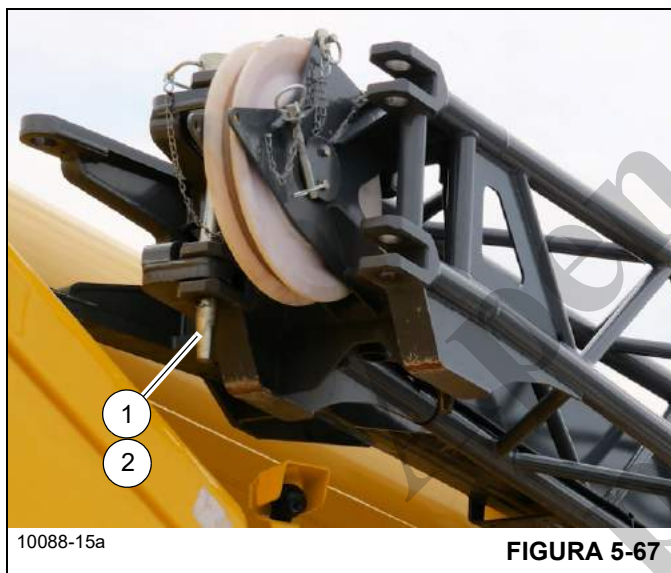

FIGURA 5-67
12. Remova o grampo de retenção (1, Figura 5-67) e os pinos (2) para separar a seção de base da extensão da lança da seção volante. Coloque o pino em seu suporte na seção da base da extensão da lança e prenda-o com o grampo de retenção.